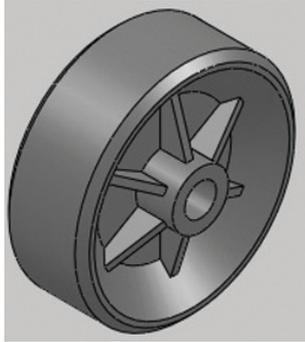

Figura 8.13 – Arestas a serem chanfradas
9.1 Crie chanfros de 3 x 45 conforme a Figura 8.13²⁶ .